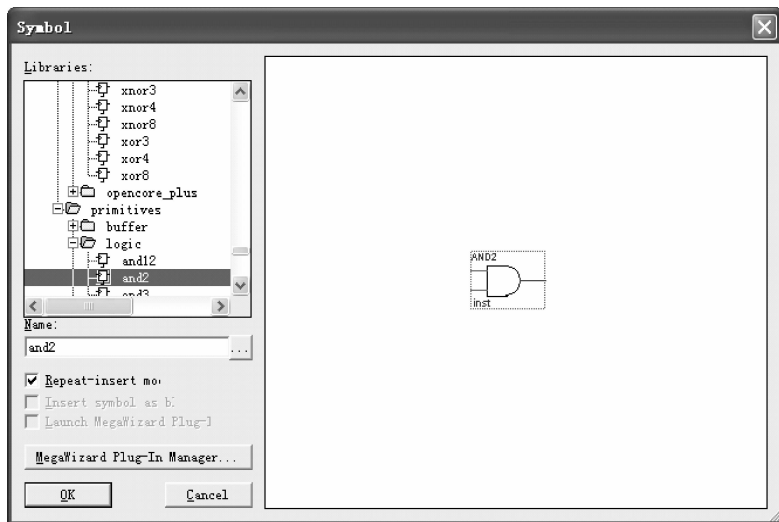
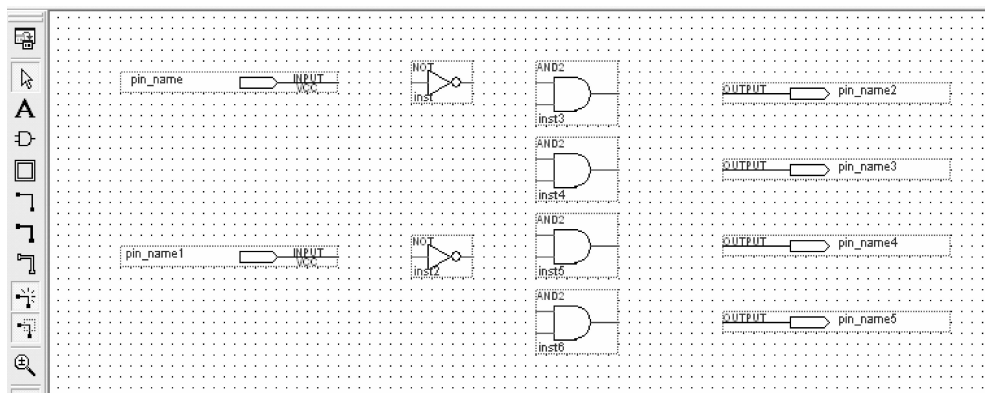

图 3-61 利用过滤器快速搜索框图符号
图 3-62 放置元件符号
(2) 从元器件库中调用元器件加入到框图文件,完成设计 2-4 译码器电路。具体步骤: 选择主菜单 Edit→Insert Symbol 或者单击工具栏上的按钮  或者在编辑窗口中的任何一个位置上右击,将出现快捷菜单,选择其中的输入元件项 Insert Symbol,于是将弹出如图 3-61 所示的“输入元件”对话框。从 Megafunctions\Arithmetic 库中选择 and2,可以在过滤器中输入符号名称,如 and2,所需“与门”的框图符号会自动出现在如图 3-61 所示 Symbol 对话框右侧栏中。然后单击 Symbol 对话框的 OK 按钮,在框图编辑器中,单击鼠标左键即可将元件调入编辑窗口中。可以连续单击鼠标左键加入多个与门,如果不需再添加,可以按键盘上的 Esc 键,或者单击鼠标右键,在弹出的右键菜单中选择 Cancele 选项即可退出元件输入状态,进行其他操作。同理加入其他需要的门电路,基本门电路名称如表 3-4 所示。然后加入输入/输出引脚,输入引脚名称为“Input”,输出引脚为“Output”。输入/输出引脚在元器件树形目录的位置是 primitives/pin。将 2-4 译码器所需的元件符号加入到框图文件后,结果如图 3-62 所示。